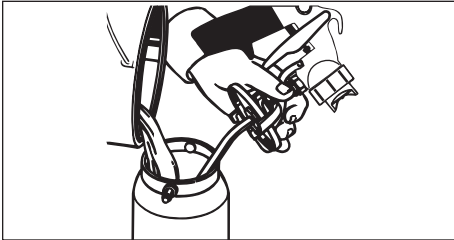

Figure 5 - Remplir le godet de peinture
2. Verser le matériel dans le godet de peinture. Remplir seulement au 1/2 à 3/4 plein si la dilution est nécessaire. (Voir Figure 5). Se référer au Tableau 1 pour les instructions de dilution correctes.